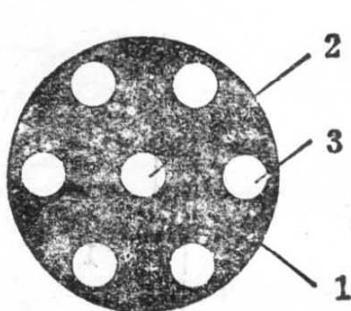

图6 出水法兰盘
(2) 出水法兰盘：出水法兰盘如图6所示。出水法兰盘可选用5~15毫米厚的钢板、塑料板或木板制做。它的直径应小于机筒内径3~5毫米。